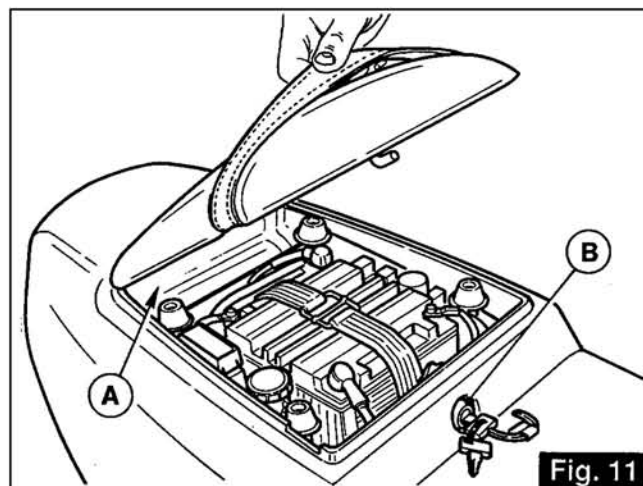

Fig. 11
Se trouve à l'arrière sur le côté droit de la moto; pour y accéder, enlever la selle du passager (voir figure 11). La boîte contient 6 fusibles de «15 A» dont 1 de réserve; la décalcomanie appliquée sur le couvercle indique les fonctions de chacun d'entre eux.
Auf der hinteren Seite der rechten Fahrzeugseite. Zugriff möglich nach Entfernen des Beifahrersitzes (siehe Abb. 11).
3.15 BOÎTE POUR PAPIERS ET OUTILS («A» de la fig. 11)
3.15 ABLAGE FÜR DOKUMENTE UND WERKZEUG («A» von Abb. 11)